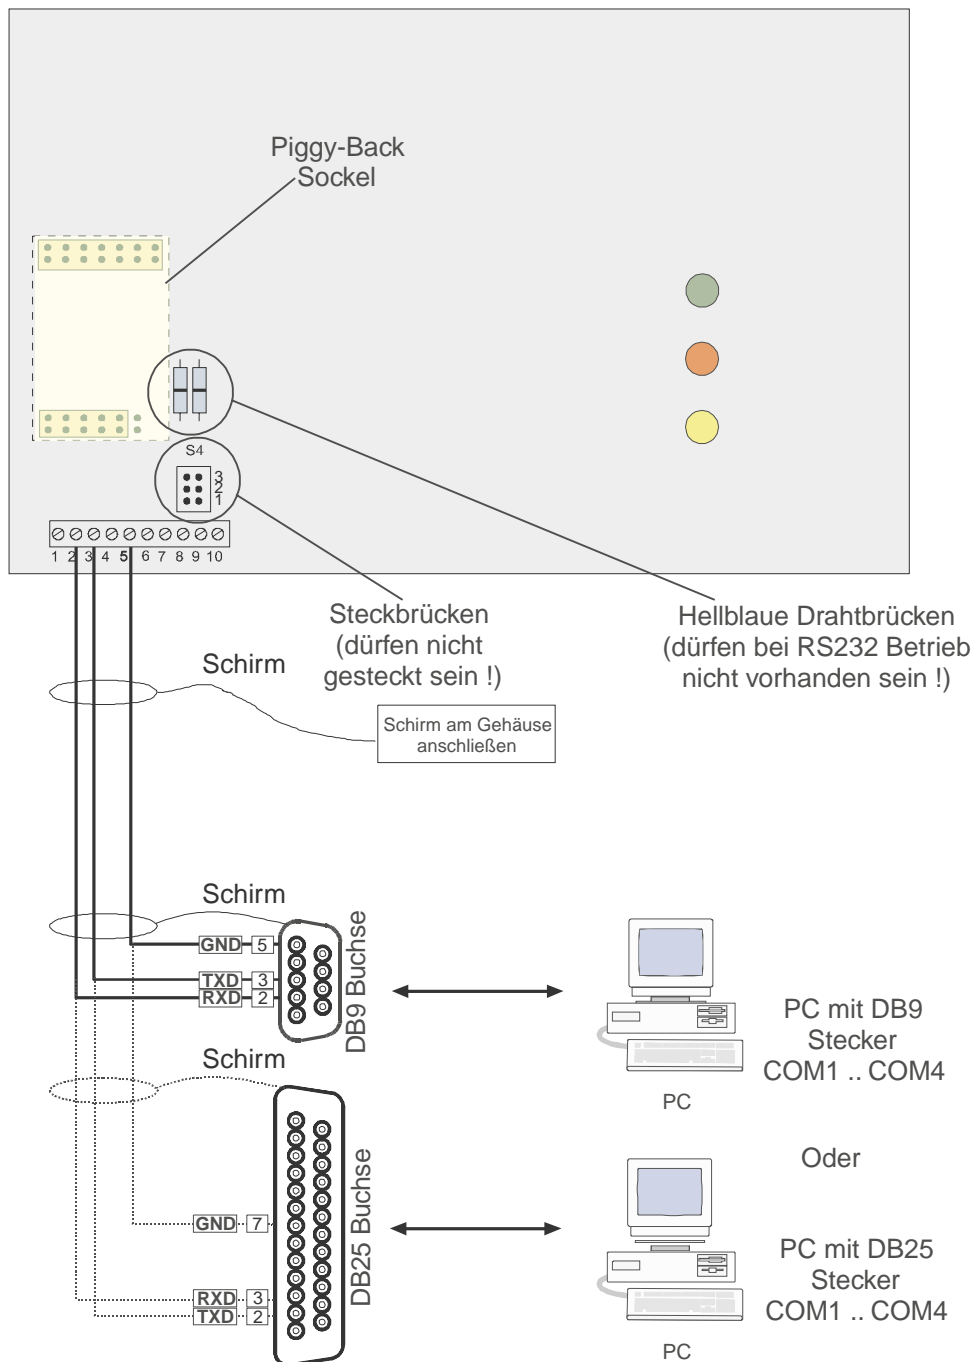
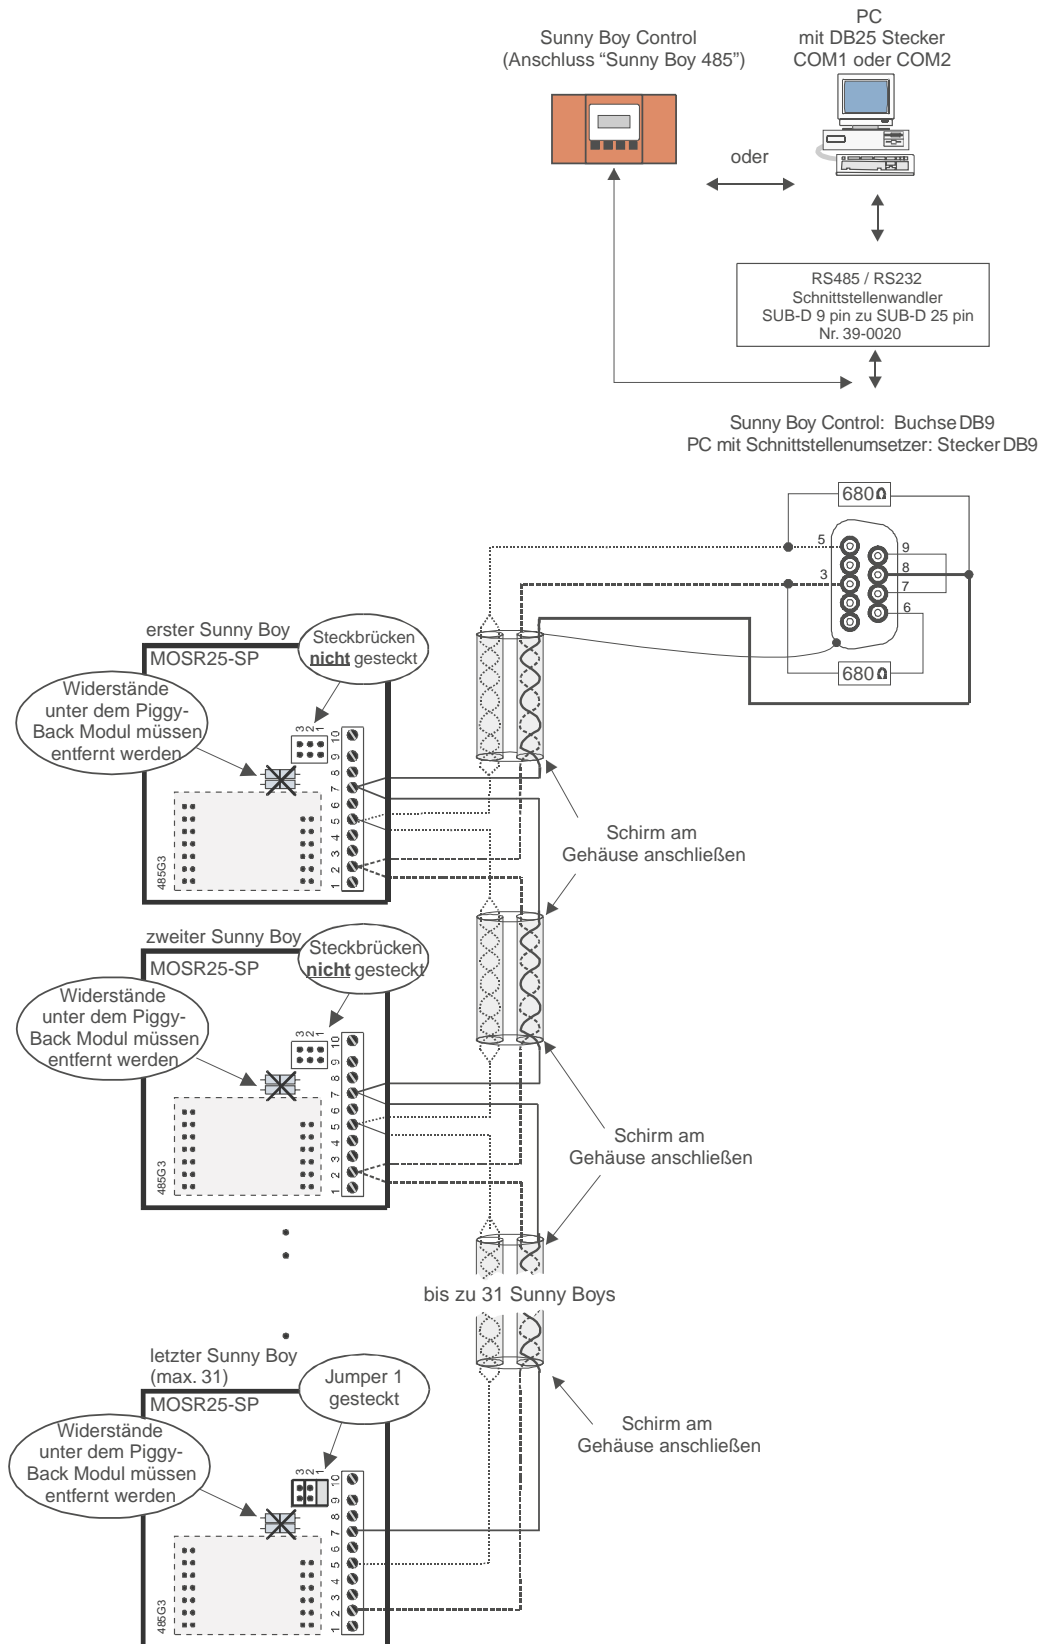

Abbildung 6.3: Betriebsführungsplatine *Sunny Boy* mit RS232-Verkabelung
Abbildung 6.6: Sunny Boy mit angeschlossener RS485-Verkabelung
- Die Huckepack-Platine NLM für den *Sunny Boy* ist vorhanden (siehe Abbildung 6.3 auf Seite 52).
- Die Widerstände unter dem NLM Piggy Back müssen für Powerline Kommunikation vorhanden sein (siehe Abbildung 6.3).
- Die hellblauen Drahtbrücken (Widerstände in Abbildung 6.3) auf der Betriebsführungsplatine sind **nicht** bestückt.
- RS232-Verbindungskabel LIYCY, 0,25 mm², minimal 3-adrig mit Gesamtabschirmung und maximaler Länge von 15 m anschließen. Die Steckerbelegung können Sie der Abbildung 6.3 entnehmen. Der Schirm sollte beidseitig am *Sunny Boy*- bzw. PC-Gehäuse mit Erde (PE) verbunden sein.
- Die hellblauen Drahtbrücken (Widerstände in Abbildung 6.6) auf der Betriebsführungsplatine sind **nicht** bestückt.
- Am **letzten** *Sunny Boy*, in der Verkabelung vom PC oder *Sunny Boy Control* aus gesehen, wird ein Leitungs-Abschlusswiderstand durch die beige packte Steckbrücke (Nr. 1, Steckbrücke direkt über der Klemmenleiste) zugeschaltet (siehe Abbildung 6.6).
- Zwei Leitungs-Vorspannwiderstände zu je 680 Ohm (im Beipack enthalten) sind direkt an die DB9-Verbindung am Anfang der Datenleitung einzufügen. Sie werden an Pin 3 und 6 sowie an Pin 5 und 8 gelötet (siehe Abbildung 6.6). Entfällt bei der Kommunikation mit dem *Sunny Boy Control*, wenn die dortigen Jumper gesteckt wurden.
- RS485-Verbindungskabel LIYCY, 0,25 mm², 2 x 2 Adern paarweise verdreht, mit Gesamtabschirmung und maximaler Länge von 1200 m anschließen. Der Schirm sollte beidseitig am Gehäuse mit Erde (PE) verbunden sein.
- Entfernen Sie die eventuell vorhandenen hellblauen Drahtbrücken (Widerstände in Abbildung 6.6) auf der Betriebsführungsplatine, indem Sie diese Bauteile mit einem kleinen Seitenschneider heraustrennen.
- Vergewissern Sie sich bitte, ob die hellblauen Drahtbrücken (Widerstände in Abbildung 6.6) auf der Betriebsführungsplatine vorhanden sind. Fehlen diese, so müssen dort Drahtbrücken (entsprechend 0 Ohm Widerständen) eingelötet werden.
4. Führen Sie die entsprechende Verkabelung nach Abbildung 6.3 für RS232 oder Abbildung 6.6 für RS485 durch. Bei NLM ist keine weitere Verkabelung notwendig. Die Datenleitungen werden durch die freie Öffnung im unteren Teil des *Sunny Boy* nach außen geführt. Dazu setzen Sie die im Beipack enthaltene PG16-Verschraubung in diese Öffnung ein und sichern diese.